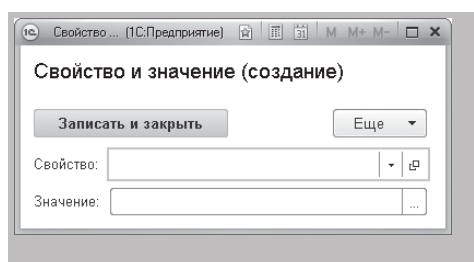

Рисунок 22.28 - Форма записи регистра «Значения свойств номенклатуры»
3.12 Проверим результат изменений в режиме «1С:Предприятие». В результате форма записи регистра **ЗначенияСвойствНоменклатуры** примет вид (рисунок 22.28).
Нажмем кнопку **Создать**. В открывшейся форме (см. рисунок 22.28) создадим свойство **Цвет** со значением **Белый**. Для этого нажмем кнопку выбора  в поле **Свойство** и в выпадающем списке нажмем на ссылку **Показать все**.